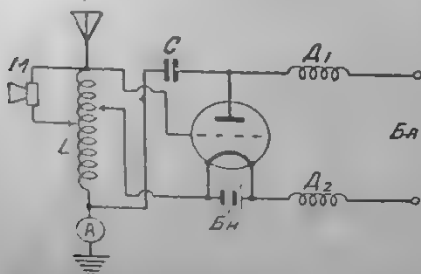

Рис. 3. Та же схема с параллельным питанием.
... катушку самоиндукции—L (рис. 3);
- а) два дросселя— $D_1$ ,  $D_2$  (рис. 3);